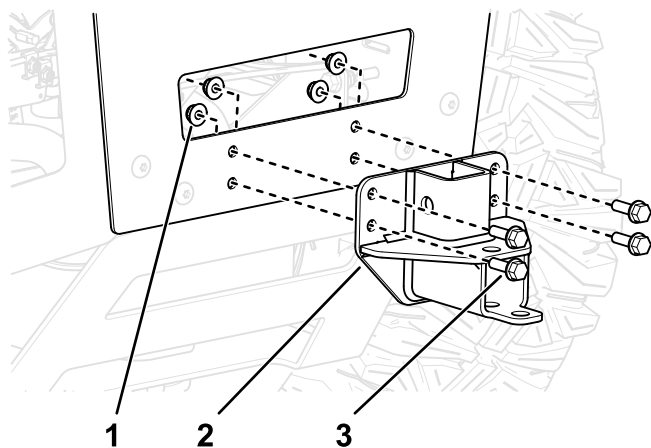

Figura 14
3. Instale o suporte de montagem do depósito de recolha na máquina como se mostra na Figura 14.